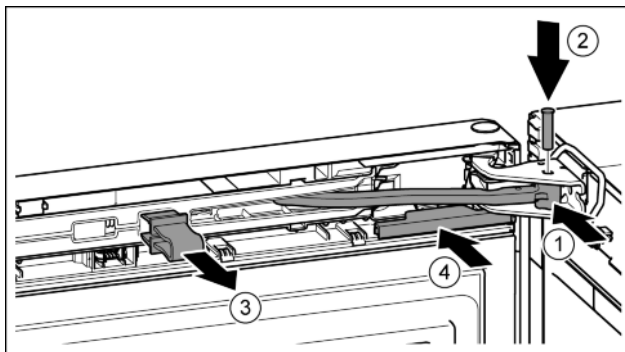

Fig. 38
- Gelenk in Lagerbock drehen. Fig. 38 (1)
- Bolzen in Lagerbock und Gelenk einsetzen. Dabei darauf achten, dass der Rastnocken korrekt in der Nut sitzt. Fig. 38 (2)
- Sicherung abnehmen. Fig. 38 (3)
- Abdeckung aufschieben. Fig. 38 (4)